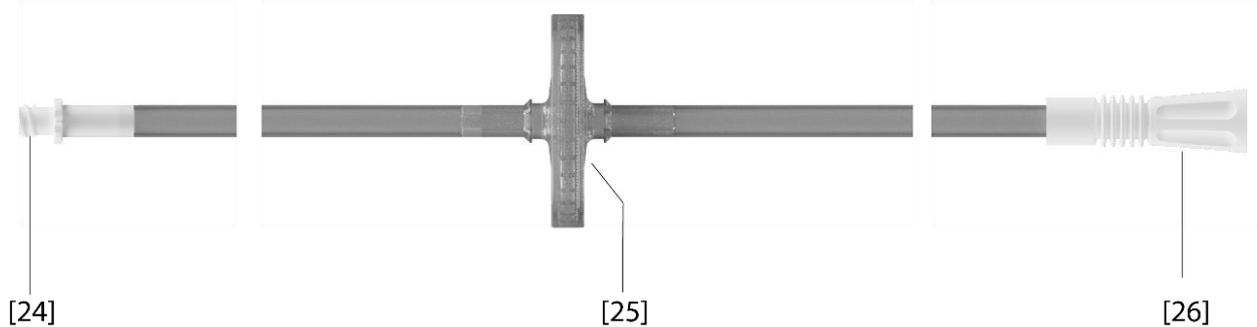

Figure 7 – Tubulure au vide
- Une tubulure d'aspiration (Figure 7).